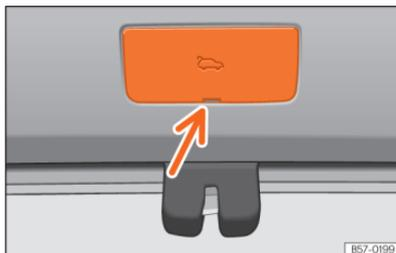

Fig. 60 Pormenor da bagageira: acesso à destrancagem de emergência.
- Retire a cobertura fazendo alavanca com o palhetão da chave »» **Fig. 60**.